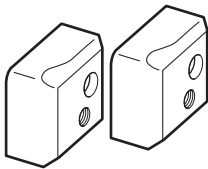
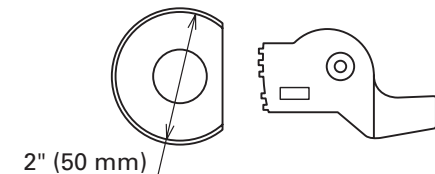

Fig. 25
Fig. 26
| (1) Cortadora (Fig. 25) (N° de código 319706) | (2) Juego de rodillo central (D 50) (Fig. 26) (N° de código 321446)  |